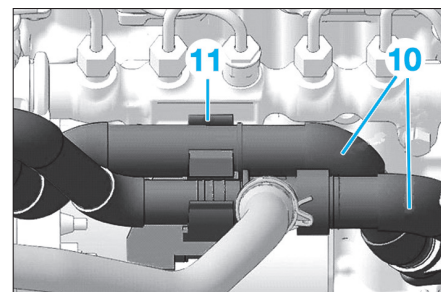

Fig. 30
- Déclipper et écarter le collecteur d'entrée d'eau (10) de la fixation (11) (Fig.30).